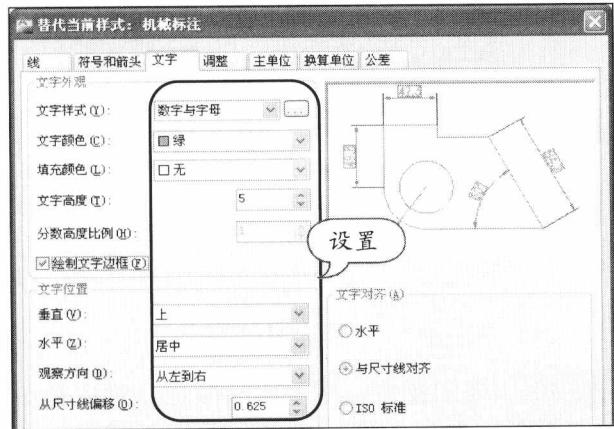

图 1-32 修改标注样式
**STEP 02** 修改标注样式。在“替代当前样式”对话框中修改标注样式，然后单击“确定”按钮，如图 1-32 所示。